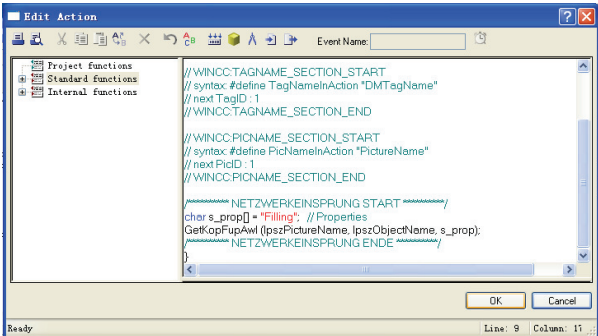

图 13-5 直接跳转脚本
- 6) 当组态直接跳转时，将创建一个执行跳转的脚本，如图 13-5 所示，按照跳转至硬件